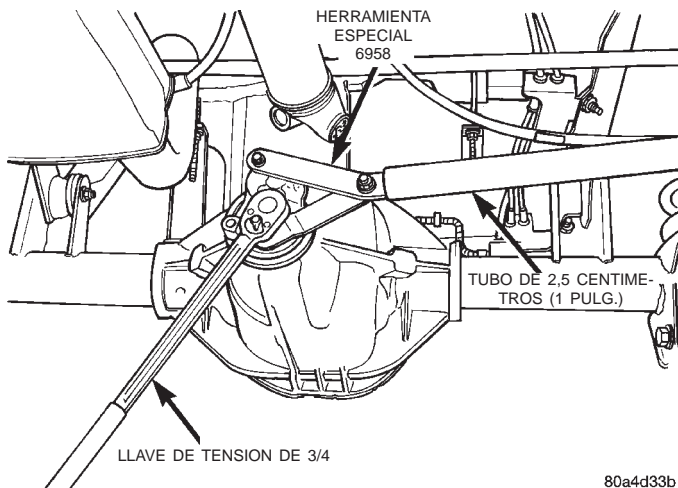

Fig. 23 Ajuste de la tuerca del piñón
(8) Con la herramienta de sujeción 6958 y un trozo pequeño de tubo de 25 mm (1 pulg.) y una llave de tensión fijada en 380 N·m (280 lbs. pie), aplaste el separador plegable hasta eliminar el juego longitudinal del cojinete (Fig. 23).